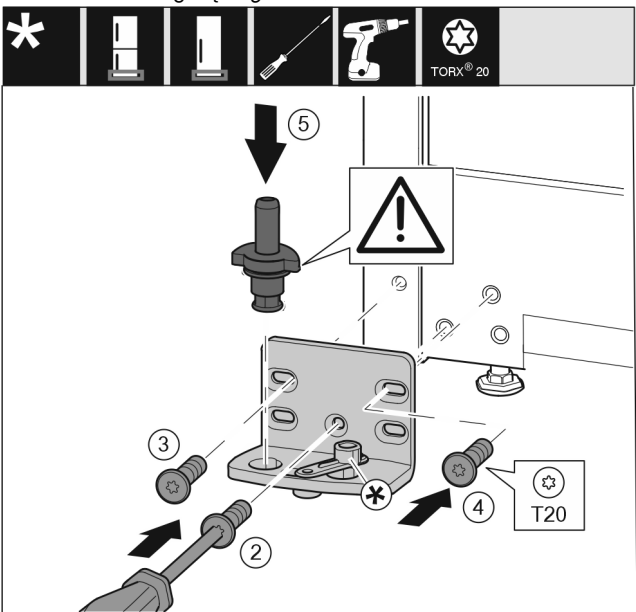

Fig. 36
- ▶ Uždėkite atraminę gembę kitoje pusėje ir prisukite, naudodami atsuktuvą T20. Su varžtu 2 pradėkite apačioje viduryje. Fig. 36 (2)
- ▶ Tvirtai prisukite varžtus 3 ir 4. Fig. 36 (3,4)
- ▶ Įstatykite visą atraminę gembę. Atkreipkite dėmesį į tai, kad fiksavimo kumštėlis būtų nukreiptas į galą. Fig. 36 (5)
- ▶ Uždėkite atraminę gembę kitoje pusėje ir prisukite, naudodami atsuktuvą T20. Su varžtu 2 pradėkite apačioje viduryje. (2)
- ▶ Pasukite uždarymo amortizatoriaus jungtį 180° kampu. Prisukite atsuktuvu T20 kitoje atraminės gembės pusėje. (5)
- ▶ Įstatykite visą atraminę gembę. Atkreipkite dėmesį į tai, kad fiksavimo kumštėlis būtų nukreiptas į galą. (6)